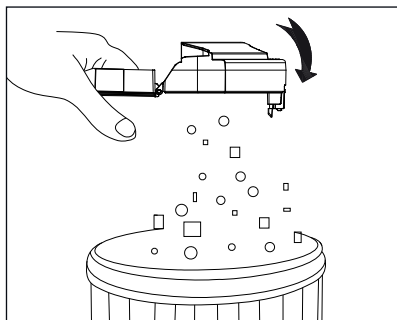

Fig. 9
- 3) Tøm indholdet af støvbeholderen **14** ud i en affaldsbeholder (se fig. 9).